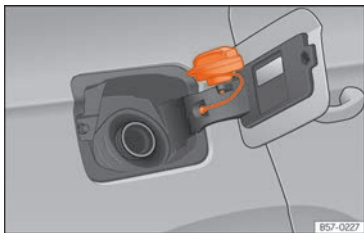

Abb. 205 Tankklappe mit aufgestecktem Tankverschluss.
- Platzieren Sie den Verschluss in der Ausparung, die sich im Scharnier der geöffneten Tankklappe befindet » **Abb. 205**.